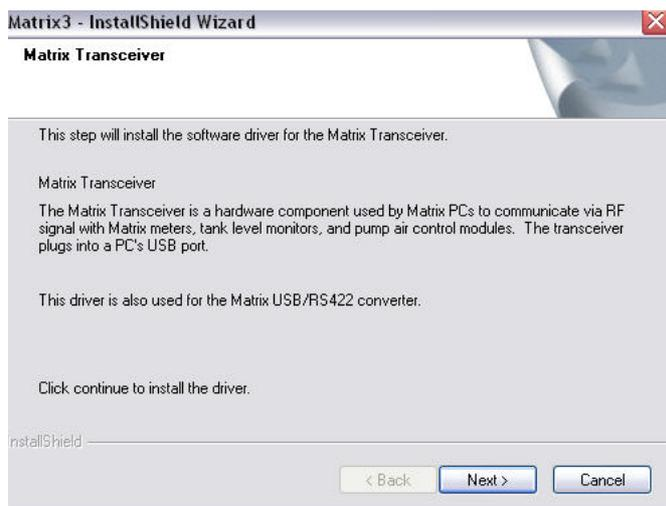

FIG. 9
11. Il sistema configura il Matrix Database. Quando è visualizzata la schermata Matrix Transceiver (Ricetrasmittitore Matrix) (FIG. 9), selezionare NEXT (Avanti) per avviare l'installazione del ricetrasmittitore Matrix.